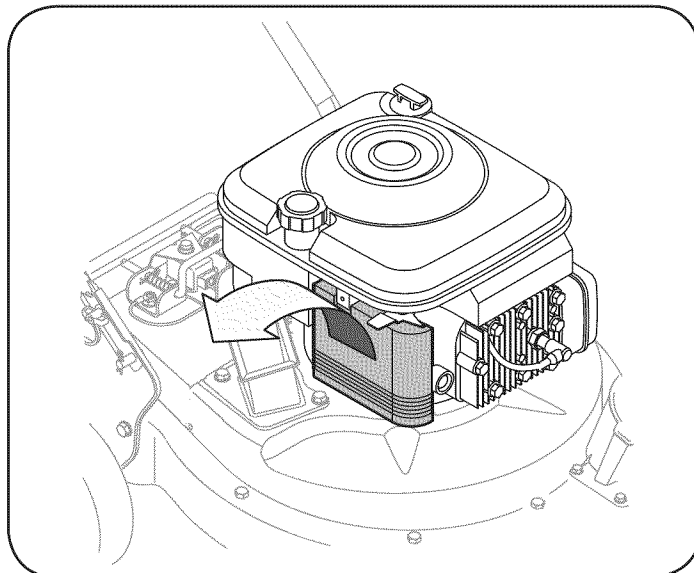

Figura 17
1. Afloje el tornillo que sujeta la tapa de plástico y tapa de la carcasa de inclinación en la parte de abajo del motor. Ver Figura 17.